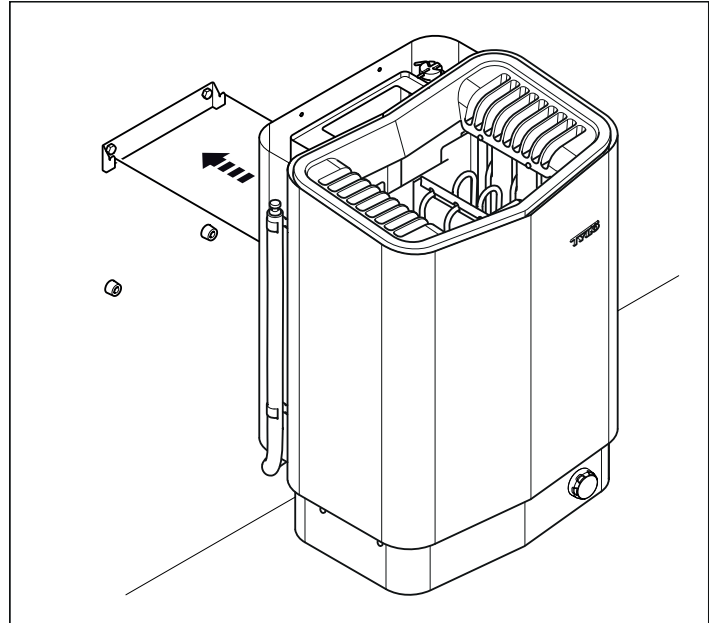

Fig 11: Aggregatet hängs på
9. Häng upp aggregatet på konsolen (se Fig 11).